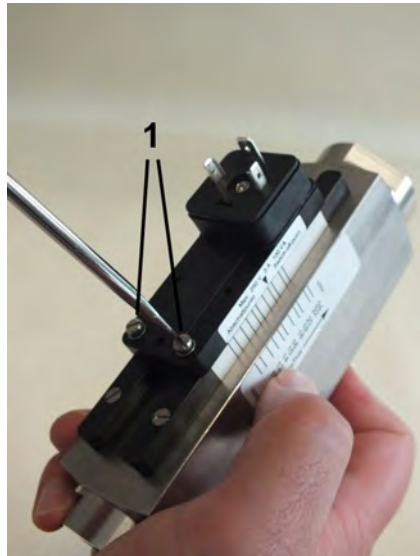

Abb. 54: Feststellschrauben lösen
3. ➤ Feststellschrauben (Abb. 54/1) des Schaltkontaktes mit einem Schlitzschraubendreher so weit lösen, dass er sich frei verschieben lässt
11. ➤ Feststellschrauben (Abb. 54/1) wieder festdrehen, dabei Anziehdrehmoment einhalten ( ↪ Kapitel 11.1 „Schrauben-Anziehdrehmomente“ auf Seite 84)